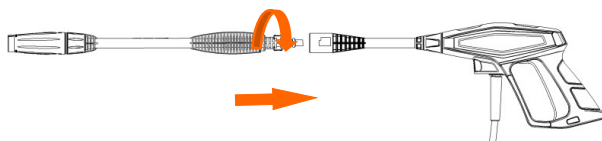

Figura 8
5. Conecte la lanza a la manguera y a la pistola. Ver figura 8 y 9.